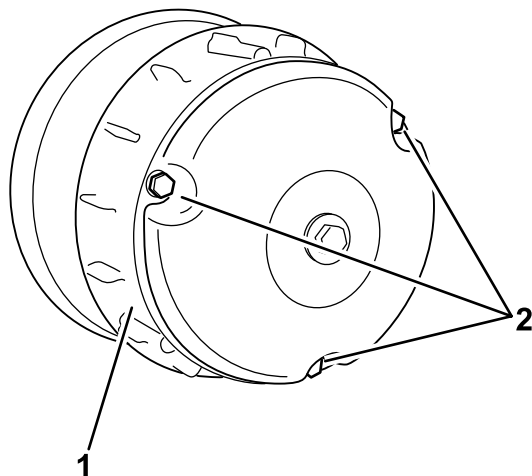

Figura 41
3. Retire los 3 pernos que fijan la cubierta al embrague, y retire la cubierta (Figura 41).